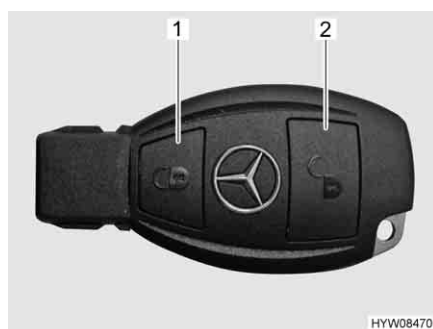

Fig. 45 Telecomando (chiusura centralizzata)
- Premere una volta brevemente il tasto  (Fig. 45,2). Le serrature sono sbloccate.
- Premere una volta brevemente il tasto  (Fig. 45,1). Le serrature sono bloccate. Il blocco delle serrature viene segnalato tramite gli indicatori di direzione del veicolo.